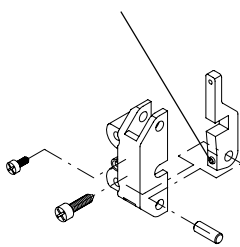

Fig.15
- Premontare il supporto S1 (fig. 15).
- Assemble the support S1 (fig. 15).
- *Die Stütze S1 zusammensetzen (Bild 15).*
- **Prémonter le support S1 (fig. 15).**